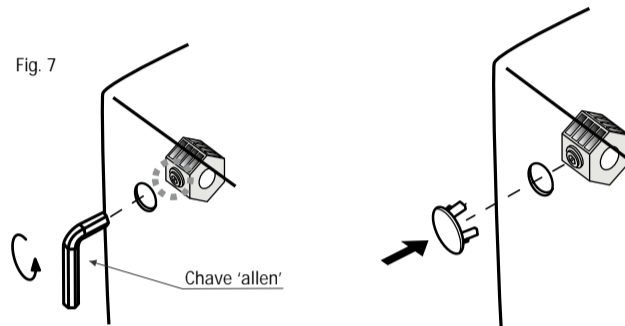

Fig. 7
- 6** Insira a chave 'allen' que acompanha o kit de fixação no furo lateral da bacia e aperte alternadamente (Fig. 7). Em seguida, insira os acabamentos nos furos das bacias (Fig. 8).